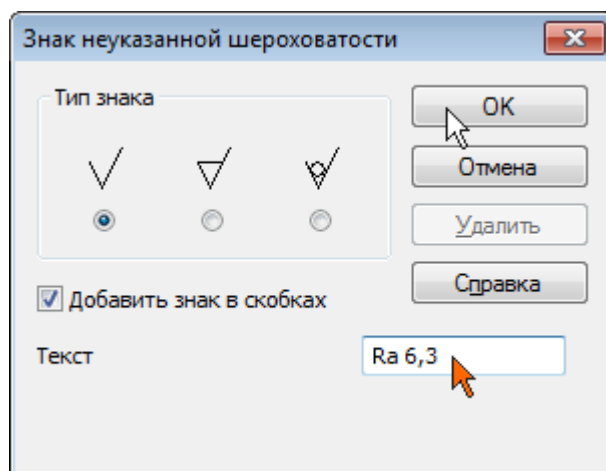

Рисунок 72.
- В окне Знак неуказанной шероховатости выполните двойной щелчок мышью в поле Текст, выберите из появившегося меню критерий и значение шероховатости (рис. 72).